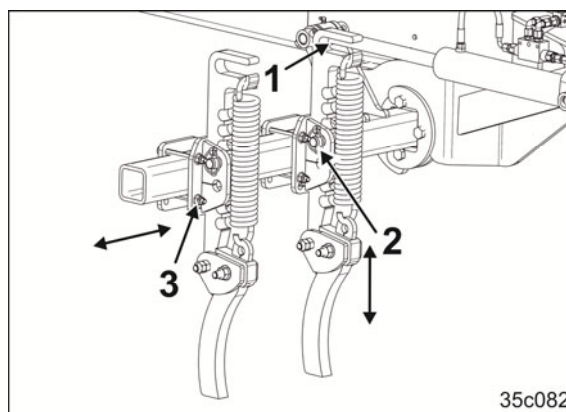

Рис. 196
1. После регулировки затяните и законтрите винты (Рис. 196/3).
1. Возьмитесь за ручку (Рис. 196/1) следорыхлителя.
2. Извлеките палец (Рис. 196/2).